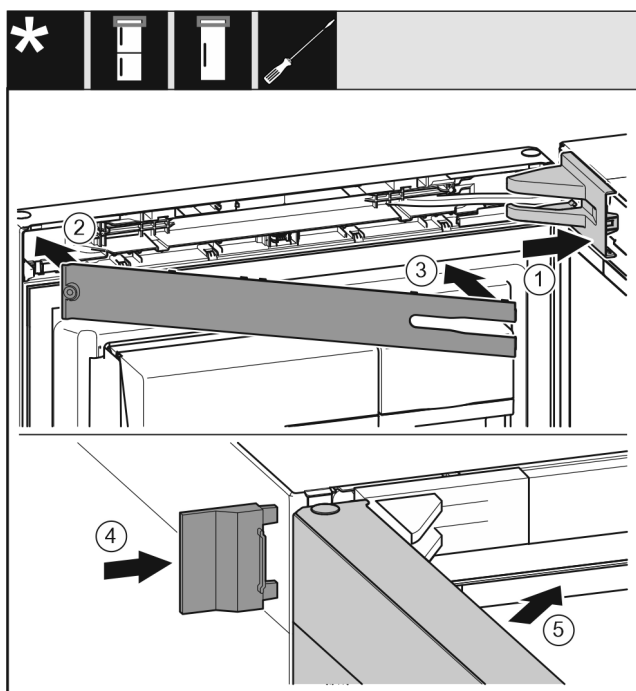

Fig. 44
- ▶ Applicare e innestare la copertura del blocco di supporto Fig. 44 (1), eventualmente staccarle l'una dall'altra con cautela.
- ▶ Applicare la maschera Fig. 44 (2).
- ▶ Ruotare verso l'interno la maschera Fig. 44 (3) e innestarla.
- ▶ Applicare la copertura esterna Fig. 44 (4).
- ▶ Chiudere la porta superiore Fig. 44 (5).